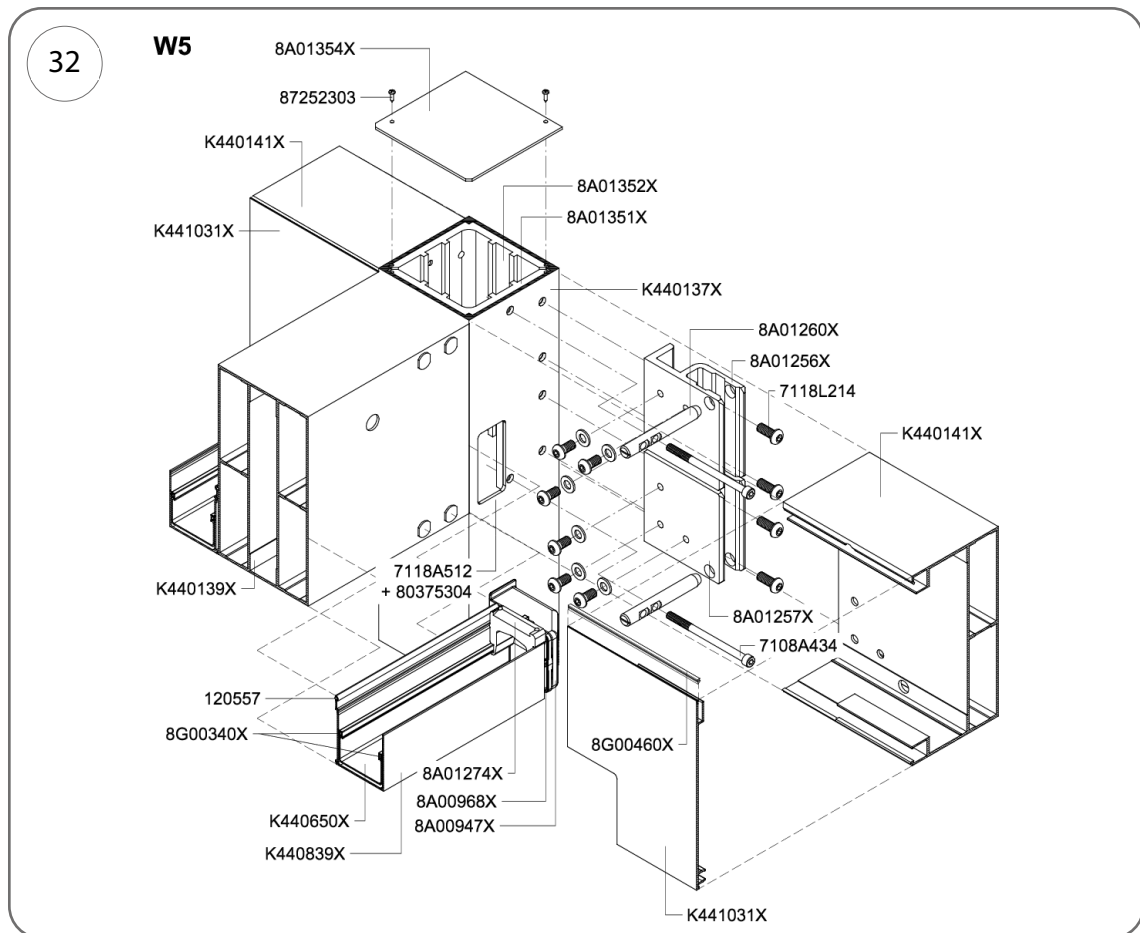

Fig. 32
3. Faites passer les vis (réf. 7108A434) (M8 x 120 mm) a travers les trous des goupilles 8A01260X et vissez-les sur le côté des connecteurs de colonne intermédiaires 8A01351X et 8A01352X dans le cas du noud W5 avec un chevron intermédiaire (Fig. 32), ou passez des boulons (réf. 7108A434, M8 x 120 mm) a travers les trous des goupilles 8A01260X et vissez-les sur le côté du connecteur de colonne intermédiaire 8A0101258X dans le cas du noud W6 avec une panne intermédiaire (Fig. 33).